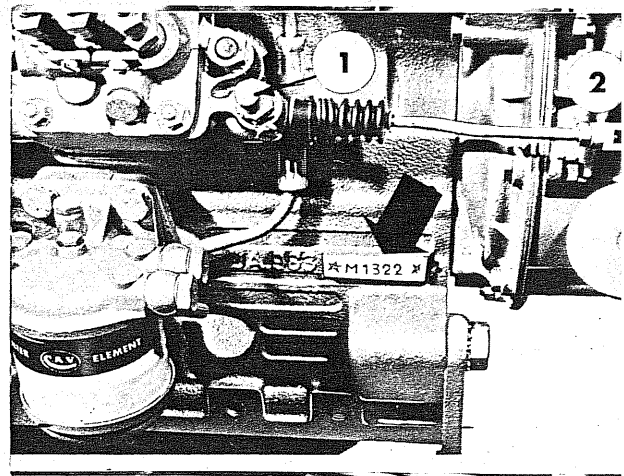
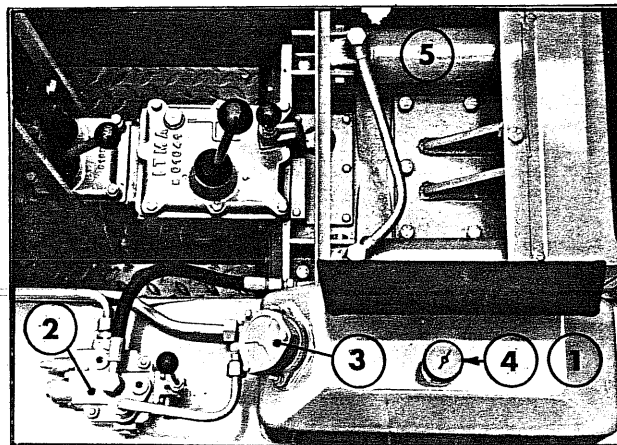

fig. 3
fig. 6
Il tipo e il numero del motore è stampigliato sulla targhetta del motore e sul monoblocco (fig. 3). Con la lettera (N) è indicata la punzonatura sul monoblocco.
-una pompa ad ingranaggi, accoppiata anteriormente al motore, (2 fig.3) aspirante l'olio dal serbatoio (1 fig.6) .
-un distributore idraulico (2 fig.6) a tre posizioni per il comando dei cilindri.
-due martinetti per il sollevamento dei bracci (5 fig.6), del tipo a semplice effetto.
-un filtro (3 fig.6) dell'olio allo scarico nel serbatoio.
- 1) Tirare il bottone supplemento gasolio (1 fig.3)
#### 8.5 -SOLLEVATORE IDRAULICO (FIG. 6 e 11)
Controllare il livello dell'olio ogni 150 ore di lavoro con l'apposito tappo munito di asta livello (4 fig.6) ed eventualmente aggiungere olio.
Ogni 30 ORE DI LAVORO smontare il filtro dell'olio (3 fig. 6), lavandolo con petrolio pulito e soffiandolo con aria compressa in modo da rimuovere sia le impurità, sia ogni traccia di petrolio di lavaggio.